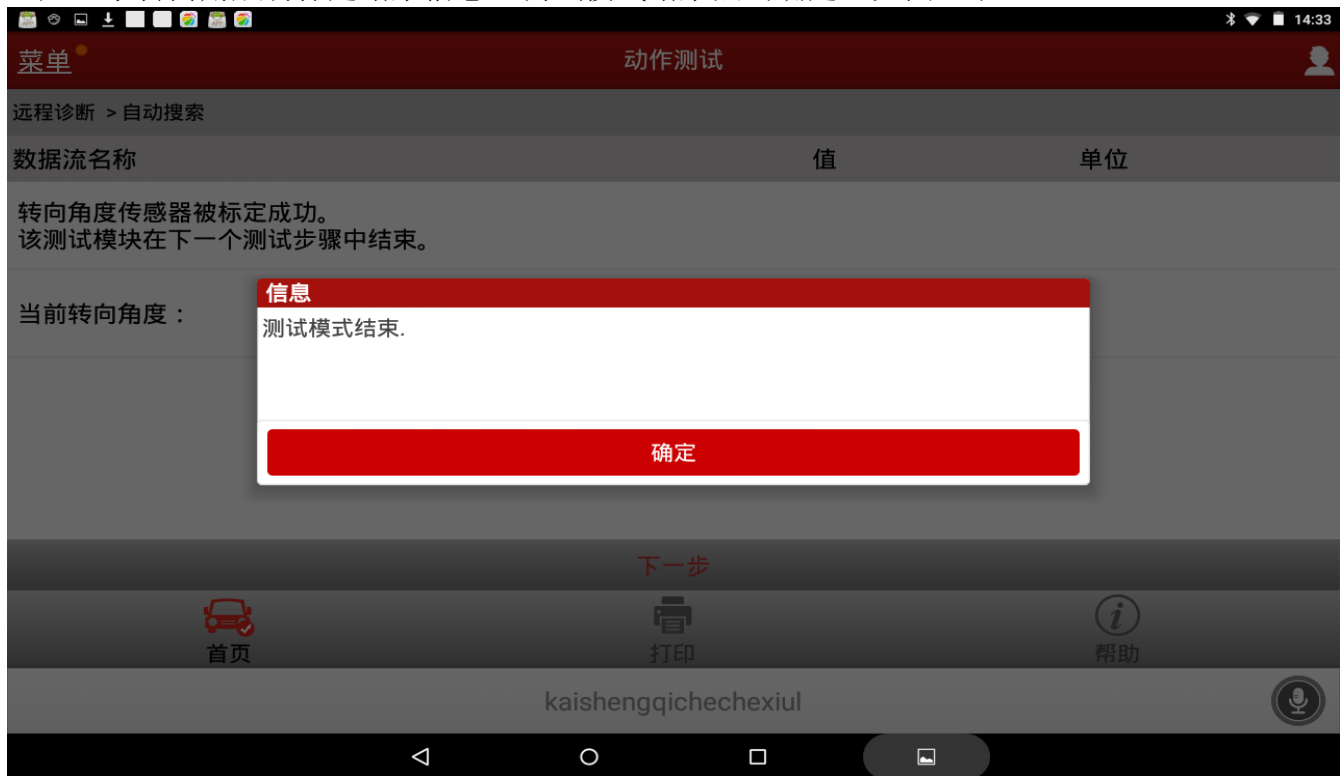

图 11
13). 显示转向角成功标定结束信息：测试模式结束点击确定，如图 11；